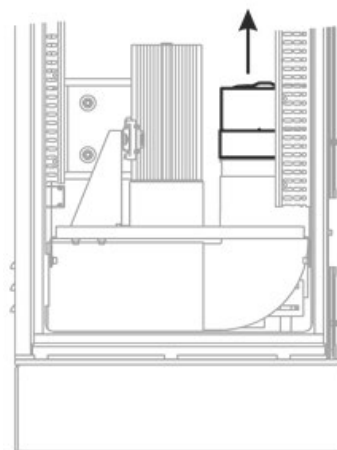

Рисунок 21. Снятие вентилятора с вентиляционной трубы
1. Очистка губчатого фильтра вентилятора (28), для этого:
- Снимите вентилятор с вентиляционной трубы (см. рис. 21).